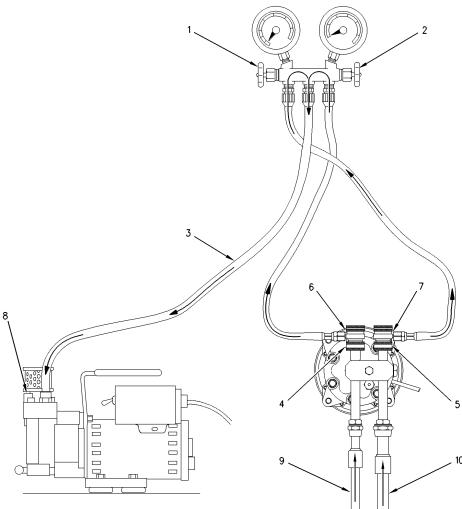

Рисунок 1
1. После удаления хладагента из системы убедитесь в том, что клапан низкого давления (1) и клапан высокого давления (2) закрыты. Отсоедините заправочный шланг (3) измерительно-распределительного коллектора от агрегата для обслуживания холодильной установки.
4. Подсоедините заправочный шланг (3) к впускному фитингу вакуумного насоса. См. рис. 1 .
5. Полностью откройте клапан низкого давления (1) и клапан высокого давления (2) на измерительно-распределительном коллекторе. Клапаны открываются против часовой стрелки.
7. Чтобы открыть вентилируемый выпускной клапан (8), поверните его против часовой стрелки.
- Примечание:** Вентилируемый выпускной клапан (8) должен оставаться в закрытом положении до запуска вакуумного насоса.
**8.** Задействуйте вакуумный насос до тех пор, пока манометр низкого давления не будет показывать величину в диапазоне 95 kPa (28 in hg) – 98 kPa (29 in hg). После того, как вакуум в системе достигнет значения в диапазоне 95 kPa (28 in hg) - 98 kPa (29 in hg), закройте вентилируемый выпускной клапан (8). Дайте вакуумному насосу поработать в течение не менее 90 минут после закрытия вентилируемого выпускного клапана. Используйте насос 113 L/min (4 cfm). Обязательно оставьте допуски для насосов менее, чем 113 L/min (4 cfm) куб. фунтов/мин.
**10.** После того как достигнут и сохраняется вакуум в пределах 95 kPa (28 in hg) - 98 kPa (29 in hg) еще в течение 90 минут, закройте клапан (1) и клапан (2) полностью. Установите переключатель питания вакуумного насоса в положение ВЫКЛ. Максимальная величина потери вакуума в течение пяти минут не должна превышать 7 kPa (2 in hg). Более значительное уменьшение степени вакуумирования указывает на возможное наличие утечек в системе. См. раздел Проверка и регулировка, "Утечка хладагента — проверка". Выполните все указанные операции. Устранит все утечки и повторите операцию 1 процедуры вакуумирования.